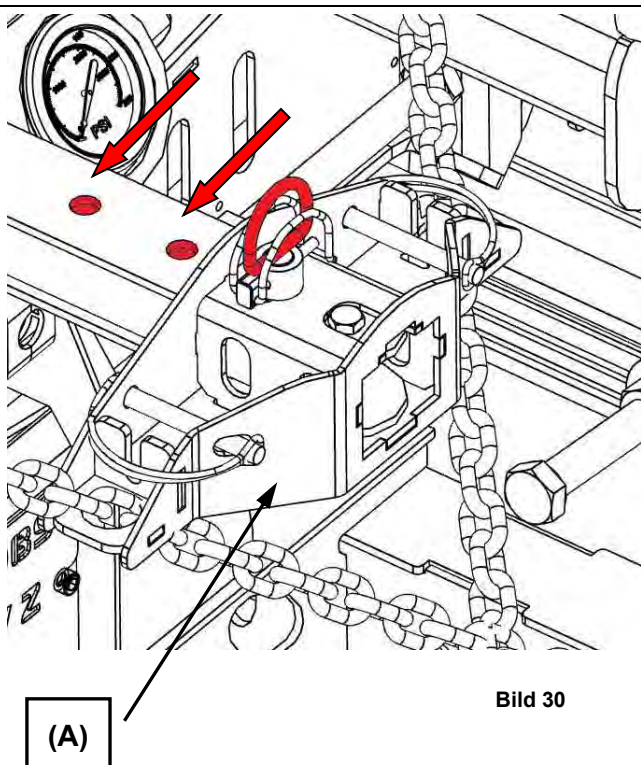

Bild 30
Klappstecker (C) oben an der Kettenaufhängung (A) entfernen und beide Einstellketten (B) jeweils auf die gleiche Länge einstellen (siehe Bild 30).